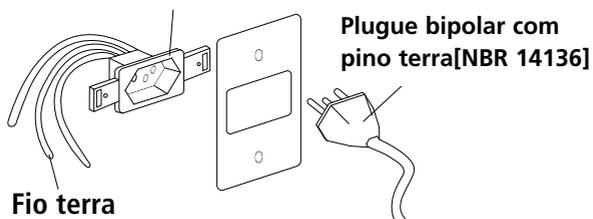

Fig. 16
- Ligar o produto em uma tomada bipolar com contato terra, de 10 A, 3 pinos redondos [diâmetro dos pinos 4,0 mm] devidamente aterrada [NBR 14136] [fig. 16], exclusiva, em excelente estado, dimensionada de acordo com o circuito de proteção.